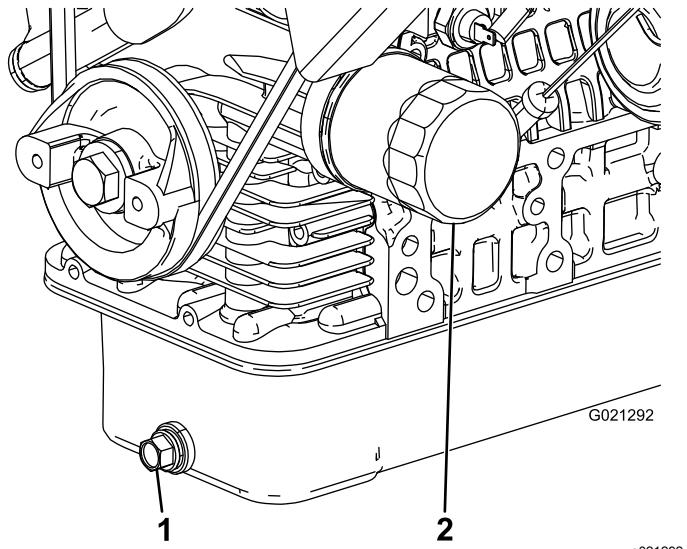

Bild 37
2. Entfernen Sie die Ablassschraube und lassen Sie das Öl in die Auffangwanne ab (Bild 37).
4. Entfernen Sie den ÖlfILTER (Bild 37).